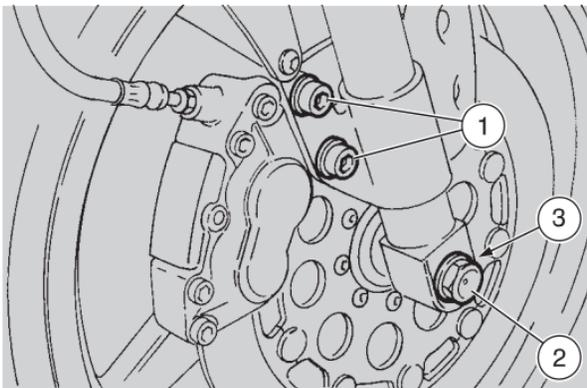
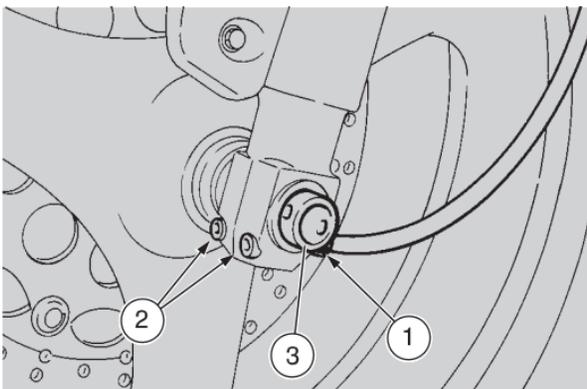

Fig. 34
Fig. 35
- togliere le due viti di fissaggio della pinza freno (1-Fig. 34);
- scollegare il rinvio del contachilometri (1-Fig. 35);
- allentare la vite del perno ruota (2-Fig. 34);
- allentare le 4 viti dei morsetti forcelle (3-Fig. 34 - 2-Fig. 35);
- togliere la vite del perno (2-Fig. 34);
- svitare ed estrarre il perno (3-Fig. 35);
- inserire il perno (3-Fig. 35);
- inserire e girare la vite (2-Fig. 34), sino ad assestare il perno nella sede;
- posizionare correttamente il rinvio contachilometri (1-Fig. 35);
- fissare la vite (2-Fig. 34).
- montare la pinza freno, fissando saldamente le viti (1-Fig. 34).